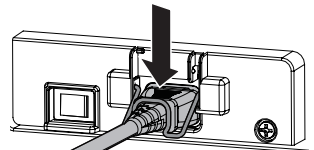

Fig.4
- 4) Pour fixer le cordon d'alimentation, appuyez sur le support de cordon d'alimentation jusqu'à ce que son extrémité s'enclenche sur le cordon d'alimentation. (Fig. 4)